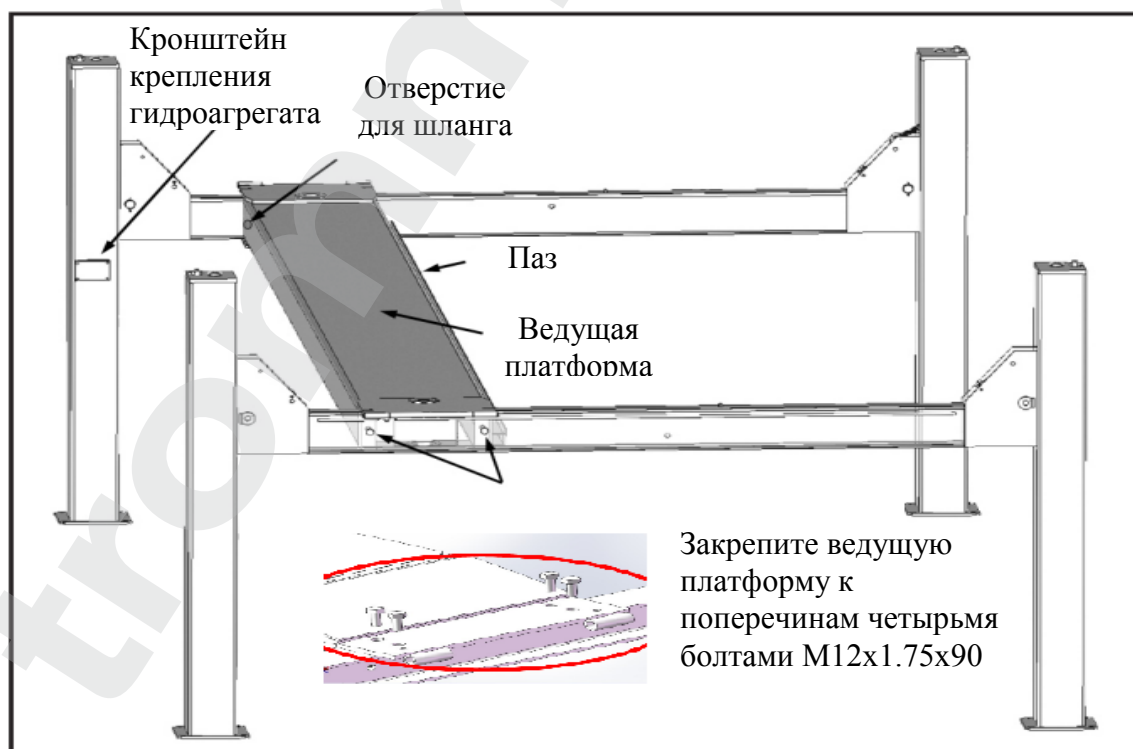

Рис. 5.4
4. Расположите ведущую платформу поверх поперечин с пазом, направленным внутрь подъемника. Отверстия для шлангов, находящиеся на боковой части платформы, должны располагаться рядом со стойкой, на которой крепится гидроагрегат. Совместите крепежные отверстия на платформе с отверстиями на поперечинах, вставьте в них четыре болта с головкой под шестигранник M12x1.75x90, оденьте шайбы. Нанесите на болты подходящую консистентную смазку и затяните их с усилием 74.6 Нм (см. рис. 5.4).